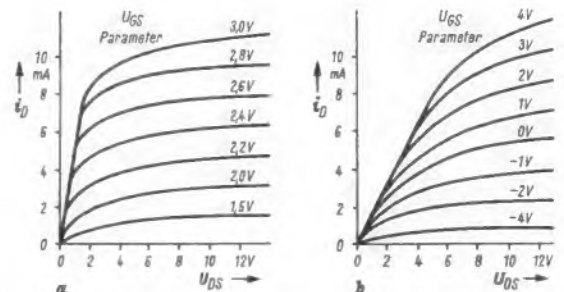

Bild 8. Typisches Kennlinienfeld für einen isolierten FET: a = enhancement mode, b = depletion mode
Die Anforderungen an die Kapsel sind für die beiden Schaltungsarten unterschiedlich. Kapseln für Niederfrequenz-Kondensatormikrofone müssen hohe Spannungsfestigkeit und hohen Isolationswiderstand aufweisen. Bei Kapseln für Hochfrequenz-Kondensatormikrofone dagegen kommt es auf Genauigkeit und Konstanz der Kapazität und auf die Güte bei Hochfrequenz an. Die verschiedenen Konstruktionsprinzipien sind aus Bild 8 zu ersehen. Man erkennt, daß die Kapsel für Niederfrequenz-Kondensatormikrofone mit ihren langen Isolatorstreifen (3) zwischen Membran (1) und Gegenelektrode (2) sehr spannungs- und kriechfest ist. Die Kapsel für Hochfrequenz-Kondensatormikrofone ist mit ihren flachen, den Abstand zwischen Membran (4) und Gegenelektrode (5) bestimmenden Metallbelägen außerordentlich stabil in der Kapazität. Der Isolator (6) besteht aus hochwertiger Hochfrequenzkeramik.
Rechts: Bild 8. Kapseln für Kondensatormikrofone; a = Nf-Ausführung, b = Hf-Ausführung
Bei dem isolierten FET sind also beide Typen (depletion mode und enhancement mode) möglich (Bild 8, Kennlinien).